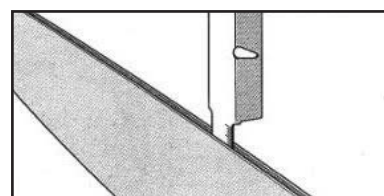

Fig. 9
**Checking the guide bar (Fig. 9)**